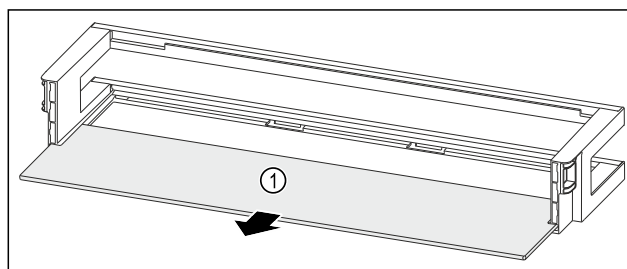

Fig. 259 Dveřní přihrádka s odkládací plochou
- ▶ Odkládací plochu Fig. 259 (1) odeberte.